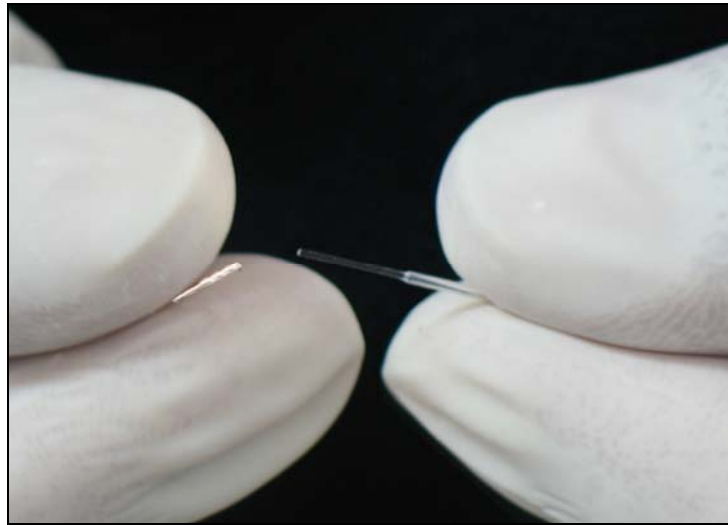

Abb. 11: Faser an der angeritzten Stelle brechen.
- C.** Halten Sie nun die Glasfaser mit beiden Händen jeweils rund 10 mm links und rechts von der angeritzten Stelle und brechen Sie die Faser an der Sollbruchstelle. *Siehe Abb. 11.*